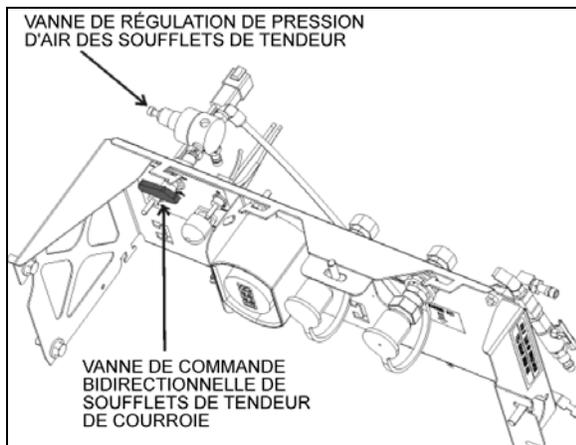

FIGURE 27: SOUPAPE DE COMMANDE DU TENDEUR DE COURROIE – SÉRIE H 12219
2. Pour les véhicules équipés d'un troisième alternateur, la tension de la courroie est aussi appliquée grâce à un soufflet pneumatique (Figure 25). Tourner la soupape de commande à deux voies du tendeur de courroies dans le sens antihoraire pour libérer la pression du soufflet (Figure 27).
Pour les véhicules de la série H équipés d'un 3^e alternateur, (Figure 25) la tension de la courroie est aussi appliquée grâce à un soufflet pneumatique ajusté par un régulateur de pression d'air (Figure 27). La pression adéquate de 45 psi est réglée en usine. Vérifier périodiquement la pression du régulateur avec un manomètre, et la corriger au besoin.
La tension de la courroie est appliquée grâce à un soufflet pneumatique qui est ajusté par un régulateur de pression d'air (Figure 27). La pression adéquate de 45 psi est réglée en usine. Vérifier périodiquement la pression du régulateur avec un manomètre et corriger au besoin.